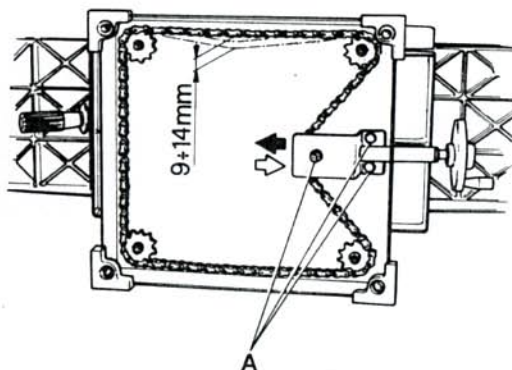

Fig. 21
Tip the machine over as indicated in Fig. 21.
Capovolgere la macchina come indicata nella fig. 21.
Faire basculer la machine comme indiqué sur la Fig. 21.
Kippen Sie die Maschine seitlich wie abgebildet (Fig. 21). Lösen Sie die drei Muttern (A) und ziehen Sie Kurbel mit Halterung nach aussen. Wenn die Kette genügend locker ist, können die Gewindestangen einzeln gedreht werden, bis die gewünschte Fluchtung herbeigeführt ist.
Kantel de machine zoals aangegeven in Fig. 21.